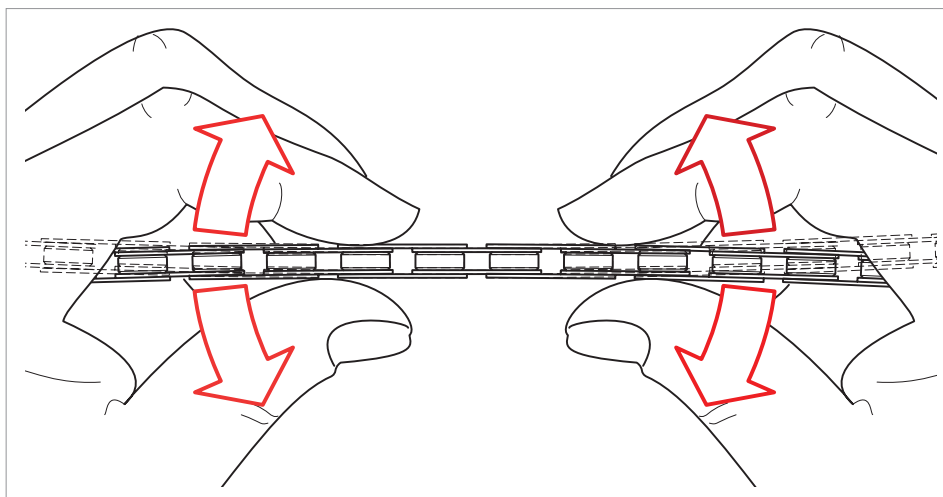

Fig.22
- Eventualmente liberate l'articolazione agendo con leggere flessioni laterali sulle maglie (Fig. 22).